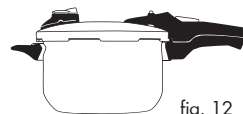

fig. 12
- a) Langzaam de druk verlagen en openen van de pan: Zorg ervoor dat de pot stabiel staat, en laat hem op natuurlijke wijze afkoelen (fig. 12). Deze methode is handig voor het smoren van voedsel, omdat de hoge temperatuur nog een tijdje in de pan blijft, zelfs nadat de kookplaat is uitgeschakeld.